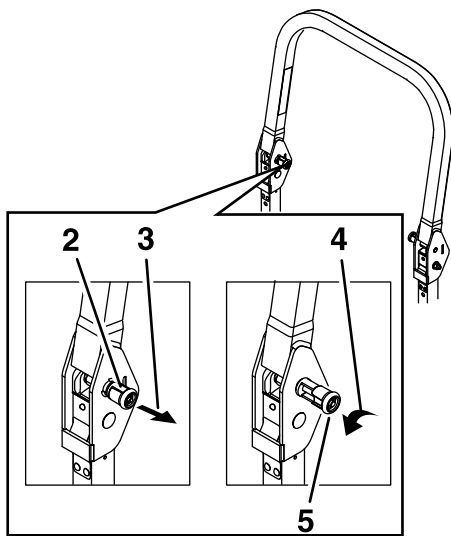

Figure 8
2. Tirez sur les deux boutons et tournez-les à 90 degrés pour les désengager (Figure 8).
3. Faites pivoter l'arceau de sécurité à la position abaissée (Figure 8).